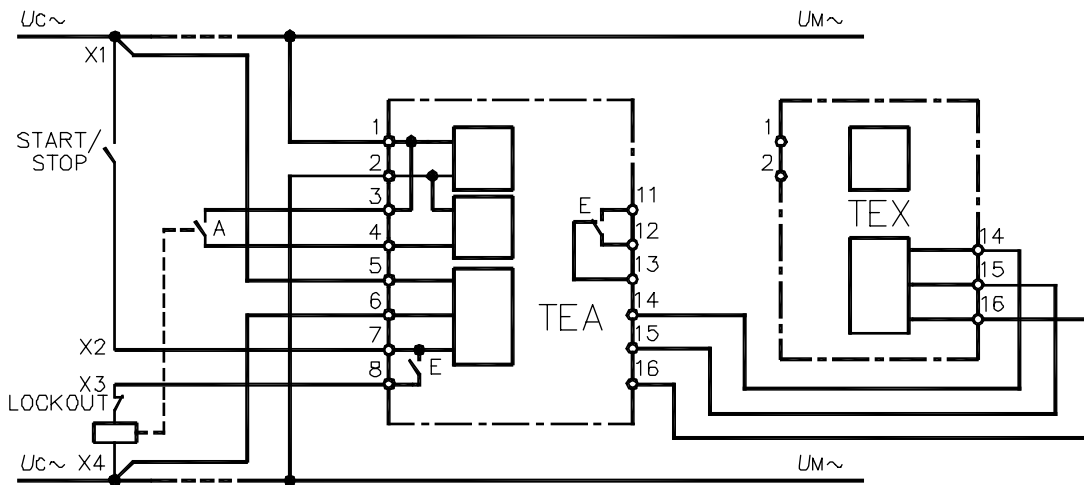

Fig. 9a
- campo di regolazione del tempo di memoria fino a 120 s, secondo gli schemi di fig. 9a e 9b;
- setting range of the memory time up to 120 s, according to the diagrams of fig. 9a and 9b;